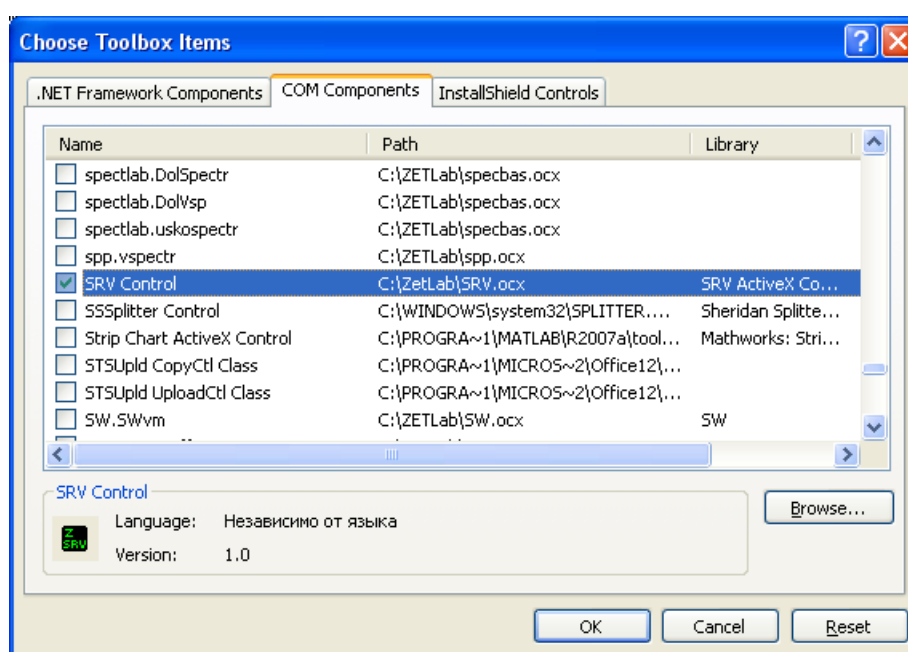

Рисунок 2'. Подключение компонента.
4. Выбрать из списка SRV Control. Необходимо отметить компонент галочкой и нажать кнопку ОК. Рисунок 2'.